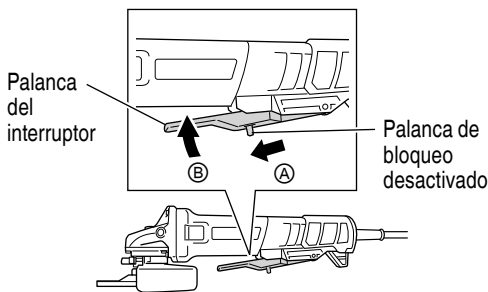

Fig. 3
- Conecte la alimentación de la amoladora. (Fig. 3)
Para activar, deslice la palanca de desbloqueo en la dirección **A** y presione la palanca del interruptor (2 ubicaciones) en la dirección **B** como se muestra en la Fig. 3. Suelte la palanca del interruptor para apagar.